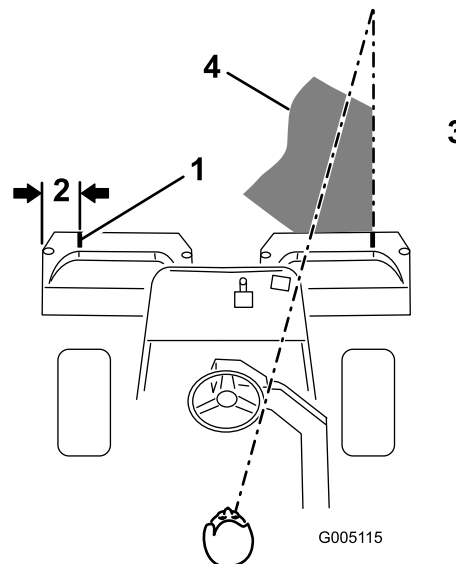
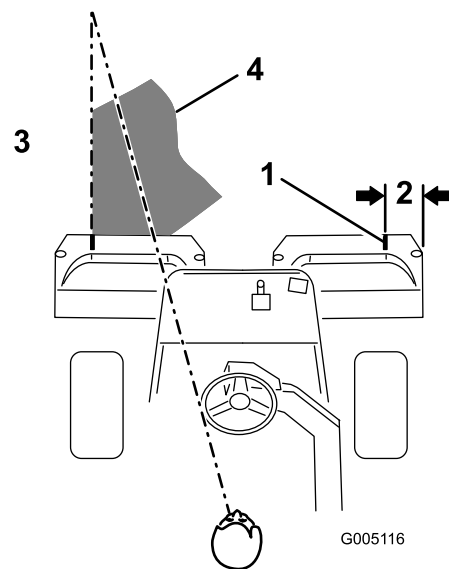

Figura 22
Figura 23
2. Applicate una striscia adesiva bianca, oppure tracciate una linea con della vernice bianca, su ciascun cestello, parallela al bordo esterno del cestello stesso (Figura 22).
3. Durante le passate di ritorno sovrapponetevi uno spazio minimo alla falciatura precedente. Per tosare in linea retta il green e mantenere la macchina alla medesima distanza dal bordo della falciatura precedente, immaginate una linea da 1,8-3 m circa davanti alla macchina fino al bordo della sezione di green da tosare (Figura 22 e Figura 23). Potrebbe essere utile includere il margine esterno del volante nella linea visiva; in questo caso mantenete il volante allineato con un punto che deve essere sempre tenuto equidistante dalla parte anteriore della macchina (Figura 22 e Figura 23).